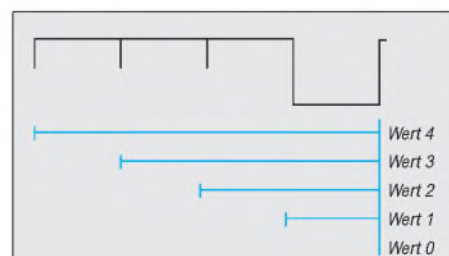

Bild 8: Ein kompletter Strich besteht im zeitlichen Ablauf aus drei Punkten plus einer Punktlänge Pause (blau: Zeit, in der der Punktspeicher aktiv ist).
8. Punktspeicher: Die Einstellung umfaßt fünf Positionen; 0 bis 4: 0 – aus, 1 bis 3 – nur in den letzten 25 %, 50 % bzw. 75 % der Zeit der Strichausgabe aktiv, 4 – während der gesamten Strichausgabe aktiv (vgl. Bild 8).